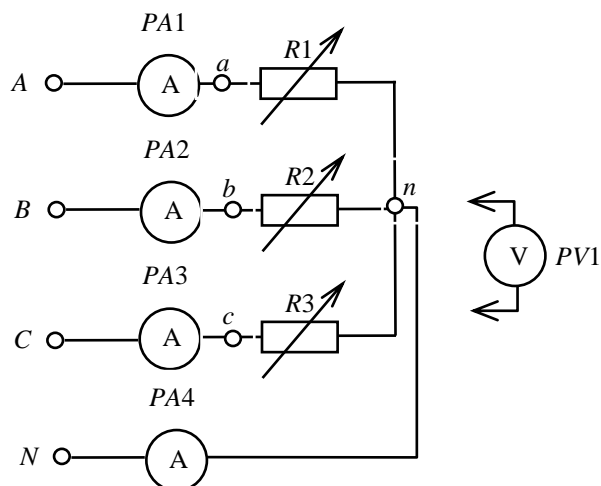

Рис. 14. Схема исследуемой цепи
2. Соберите электрическую цепь (рис. 14), в качестве амперметров используйте ампервольтметры модуля «Измерительные приборы» в режиме АС, в качестве потребителей - резисторы модуля «Резисторы / активная нагрузка».